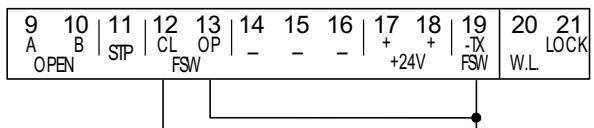

Fig. 7
**Nota bene:** Se non vengono collegati dispositivi di sicurezza in chiusura, ponticellare i morsetti CL e -TX FSW (fig. 7).
**Nota bene:** Se non vengono collegati dispositivi di sicurezza in apertura, ponticellare gli ingressi OP e -TX FSW (fig. 7).